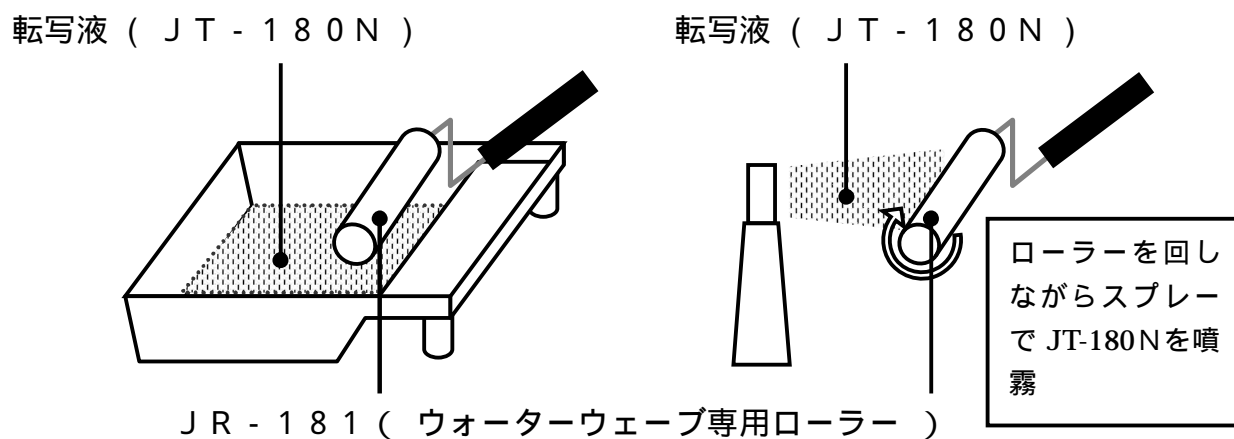

図2
・ 専用ローラー J R - 1 8 1 に転写液 J T - 1 8 0 N を塗布する ( 図 2 ) 。
- ・ 隣のパターンと5～10cm程度、交差するようにローラーを転がす。(図2)